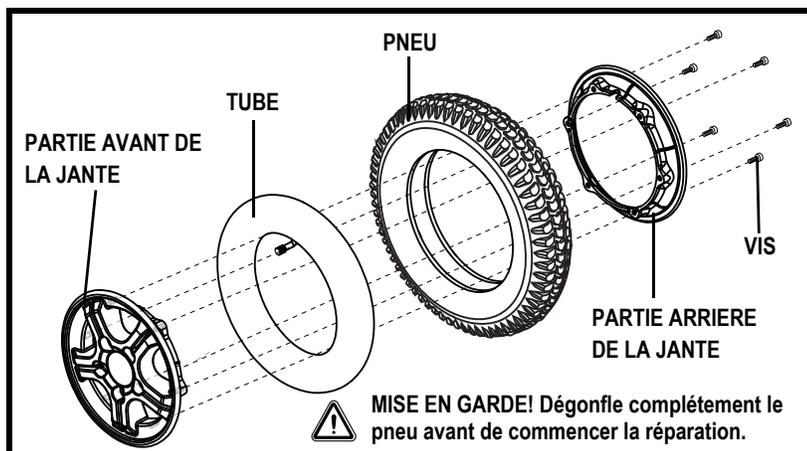

Figure 28. Roue motrice Fusion en pièces
6. Retirez les vis qui retiennent les deux parties de la jante ensemble. **Voir la figure 28.**